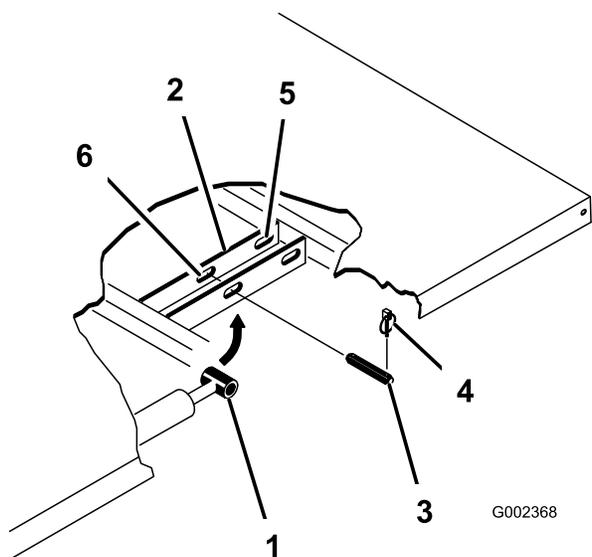

図 3
4. シリンダロッドのクレビスピンの外側端部からリンチピンを外す 図 3。